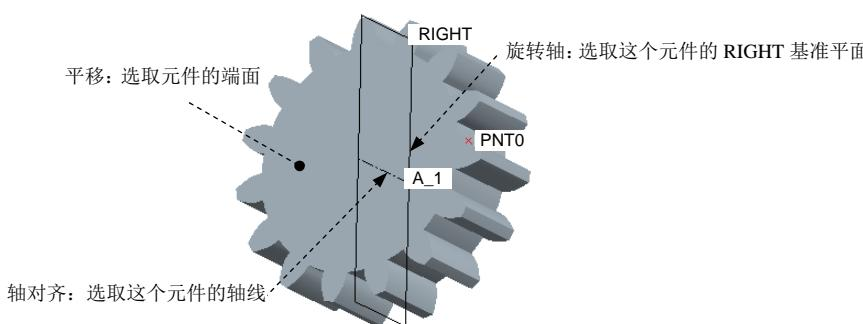

图 7.1.3 装配齿轮 1
(3) 定义“轴对齐”约束。在“放置”界面中单击 \rightarrow 轴对齐 选项，然后分别选取图 7.1.3 中的轴线和模型树中的 AA_1 基准轴(元件 GEAR1 的中心轴线和 AA_1 基准轴线)， \rightarrow 轴对齐 约束的参考如图 7.1.4 所示。
(4) 定义“平移”约束。分别选取图 7.1.3 中元件的端面和模型树中的 ASM_TOP 基准平面（元件 GEAR1 的端面和 ASM_TOP 基准平面），以限制元件 GEAR1 在 ASM_TOP 基准平面上平移，**平移** 约束的参考如图 7.1.5 所示。
(5) 定义“旋转轴”约束。选取图 7.1.3 中的基准面和模型树中的 ASM_RIGHT 基准平面为参考，以定义旋转的零位置，**旋转轴** 约束的参考如图 7.1.6 所示。
(6) 单击操控板中的 按钮。